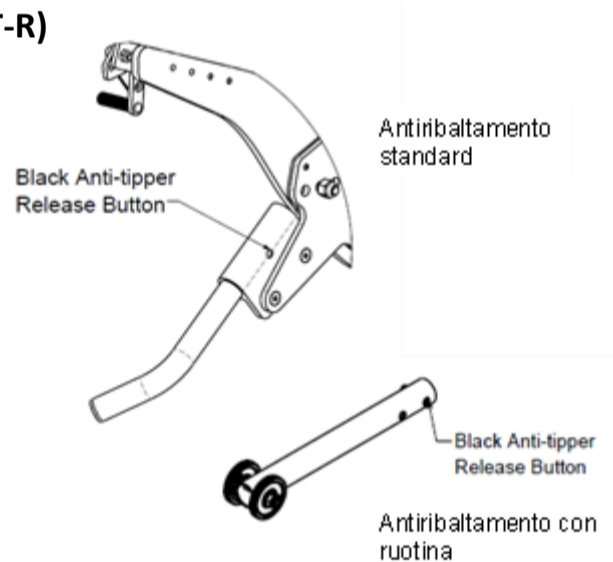

Fig. 15.36 Posizionamento dell'anti-ribaltamento su Bentley LT-R
1. Premere e mantenere premuto il tasto di sgancio sulle ruotine anti-ribaltamento (Fig. 15.36).